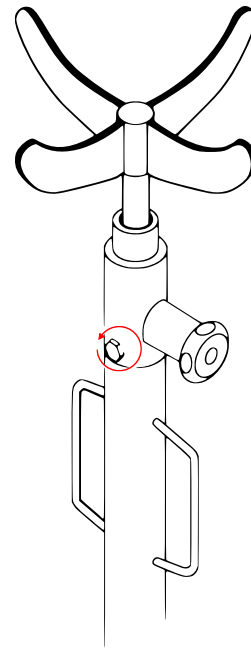

Abbildung 2
5. Setzen Sie den Korb auf das Schaftende auf, lösen Sie die Schraube (Abb. 2, Öleinfüllöffnung), damit die Luft entweichen kann, und fahren Sie den Getriebeheber ohne Last hoch. Ein Betätigen des Fußpedals bei angezogener Schraube führt zu einer Beschädigung der Hydraulikpumpe. Der Getriebeheber kann dann nicht mehr verwendet werden. Nach dem Ablassen des Getriebehebers ist dieser nun einsatzbereit.